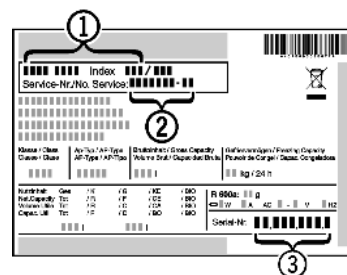

Fig. 19
- ▶ Označení přístroje *Fig. 19 (1)*, servisní číslo *Fig. 19 (2)* a sériové číslo *Fig. 19 (3)* naleznete na typovém štítku. Identifikační typový štítek je umístěn na levé vnitřní stěně přístroje.
- ▶ Informujte zákaznický servis a sdělte poruchu, označení přístroje *Fig. 19 (1)*, servisní číslo *Fig. 19 (2)* a sériové číslo *Fig. 19 (3)*.